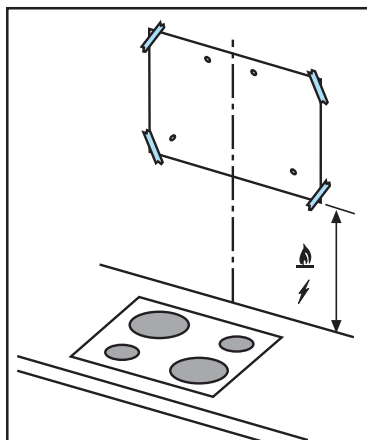

Fig. 8
- Appliquer le gabarit de perçage au mur: la ligne verticale médiane imprimée sur le gabarit de perçage devra correspondre à la ligne médiane dessinée sur le mur, en outre, le bord inférieur du gabarit de perçage devra correspondre au bord inférieur de la hotte. **Fig. 8**